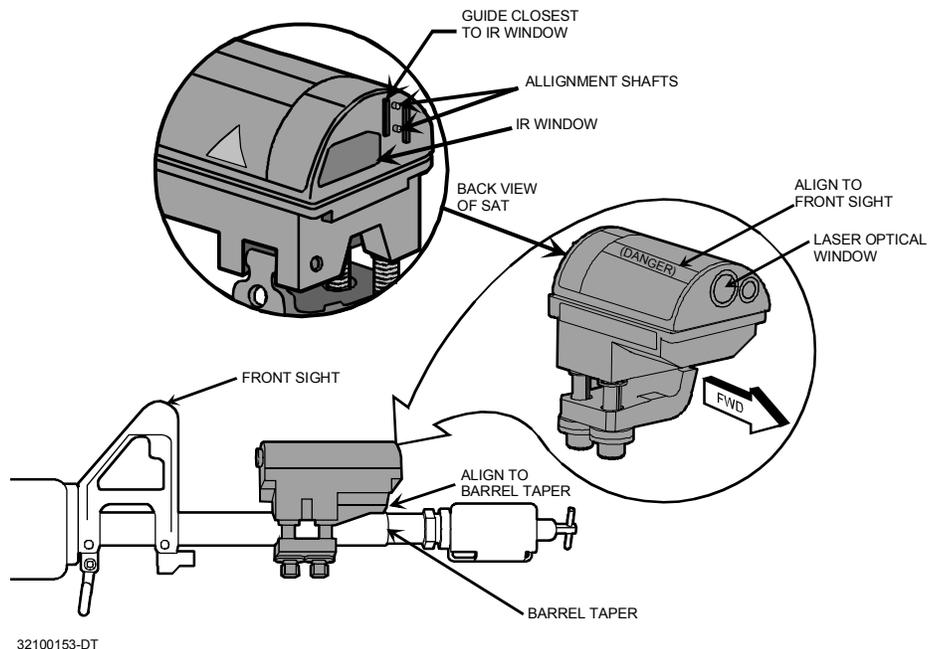

Figure 2-7. M16A2/M4 SAT.
2.3.1.3.1 M16A2/M4 SAT Installation. (See Figure 2-7.)